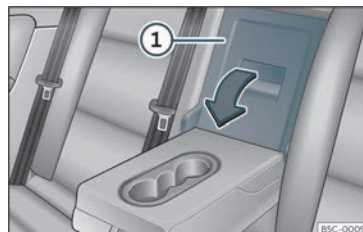

Fig. 129 Sullo schienale del sedile posteriore: apertura della sponda.
- Tirare la leva di sblocco nel senso della freccia e ribaltare completamente in avanti la copertura della sponda >>> fig. 129 ①.